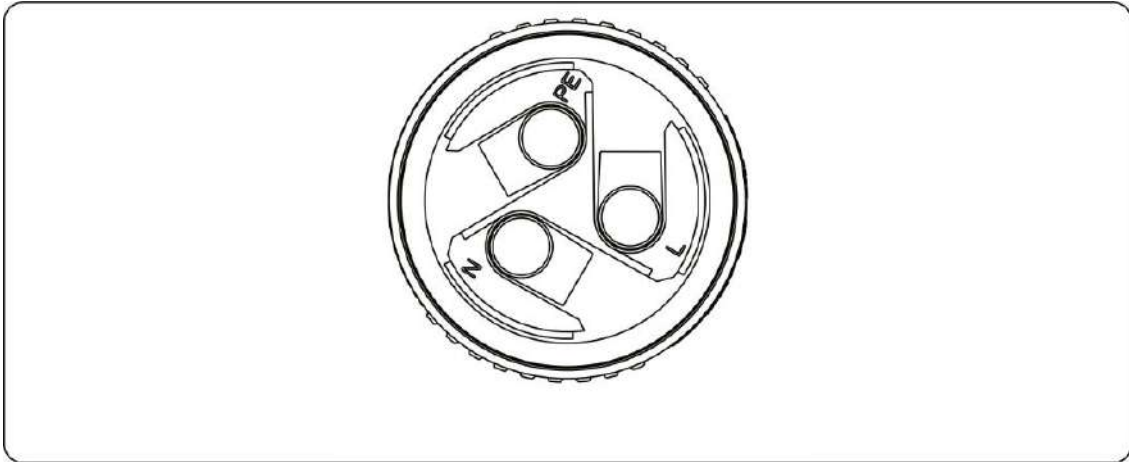

Imagen 5.9 Patrón de conexionado del conector CA
Paso 5: Use un destornillador para aflojar los tornillos de la cuenca e inserte cada núcleo de cable en su correspondiente borna, y ajuste cada tornillo. El hueco de conexión del terminal de CA y su etiquetado se muestra en la imagen 5.9.